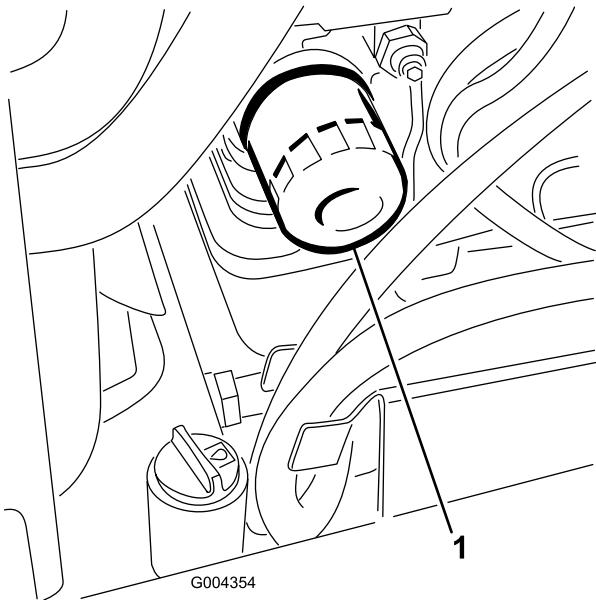

Рисунок 36
3. Извлеките старый фильтр (Рисунок 36) и протрите поверхность прокладки адаптера фильтра.